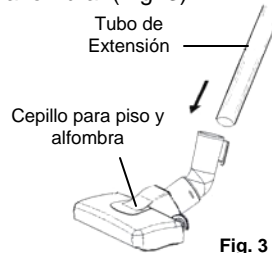

Fig. 3
3. Empuje el tubo de extensión inferior dentro del cepillo para piso y alfombra. (Fig. 3)